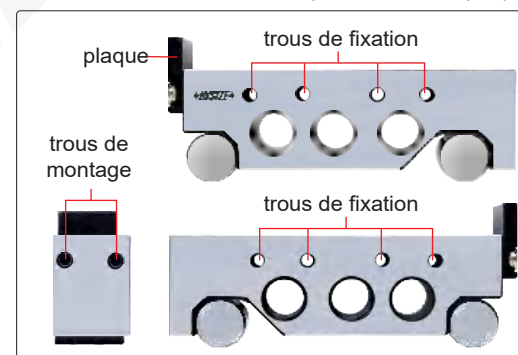

fig.1
2. La barre sinus se compose d'un corps principal avec un plan de travail de précision et de deux cylindres de précision, comme le montre la figure 1. Elle peut être entourée d'une plaque à l'aide de vis de blocage, qui sert de plaque de positionnement pour les pièces à placer pendant la mesure.